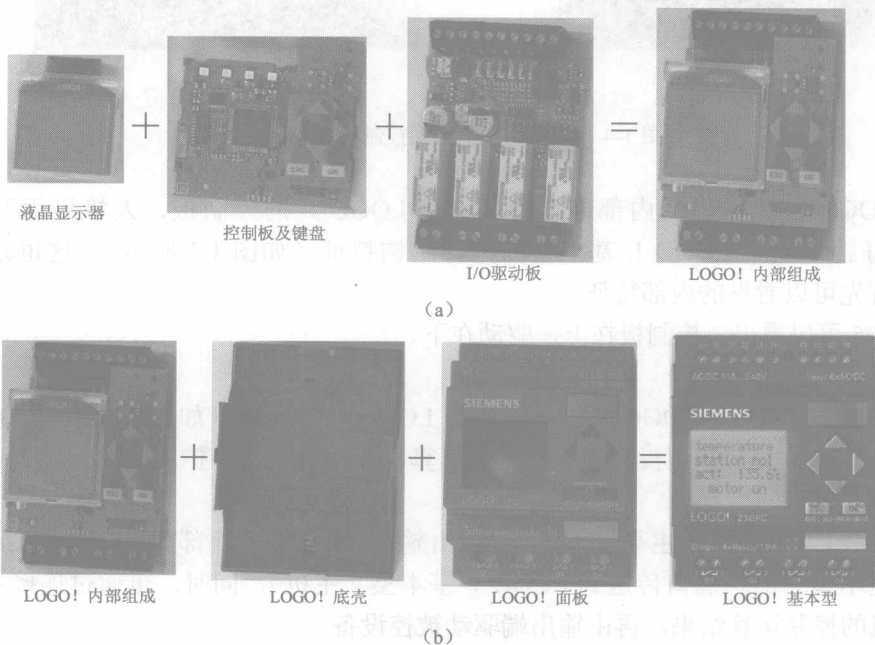

图 1-2 LOGO! 基本型的硬件组成
(1) LOGO! 基本型的硬件组成。打开 LOGO! 的基本型,我们可以看到一个 LOGO! 基本型主要由液晶显示器、控制板、小键盘、I/O(驱动)板及面板外壳等组成,如图 1-2 所示。